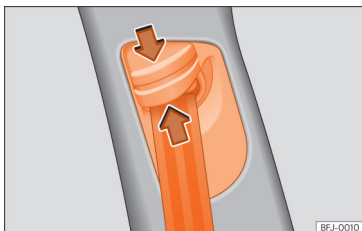

Abb. 14 Bei den Vordersitzen: Gurthöheneinstellung.
- Umlenkbügel in Richtung der Pfeile zusammendrücken und halten »» Abb. 14.